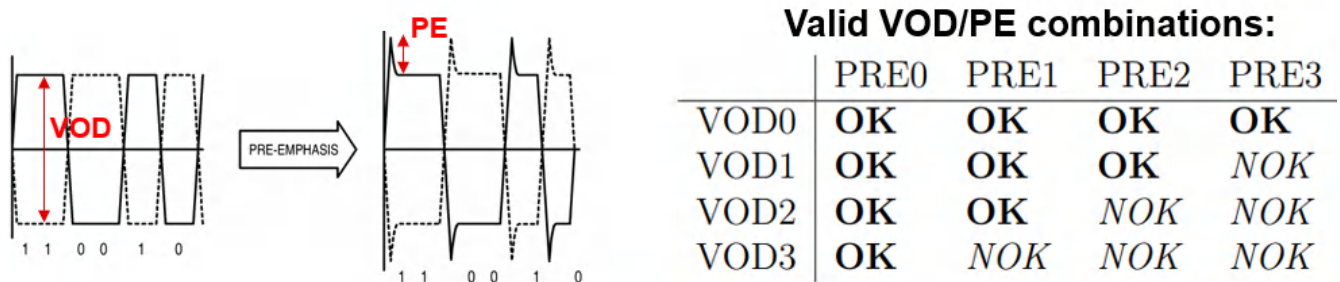

图 2-2. VOD 摆幅及预加重
- 时钟恢复：**这是链路训练的第一步。由于 DP/eDP 接口不包含独立的时钟线，因此时钟恢复是指接收端尝试从源的数据流中恢复同步时钟。源端以灌电流支持的最高 DP/eDP 通道速度、最低电压摆幅 (VOD) 及最低预加重 (PE) 发送 TPS1。VOD 调节差分电压摆幅和振幅，预加重会在过冲离开发送器时修改信号的过冲。然后，源通过 AUX 通道检查 DPCD 寄存器 00202h 和 00203h 位 4 和 0 LANEx_CR_DONE。此过程持续 100 μ s，用于 DPCD 寄存器 0000Eh TRAINING_AUX_RD_INTERVAL 中定义的所有间隔设置。如果所有 LANEx_CR_DONE 位都报告 1，则时钟恢复成功。如果任何 LANEx_CR_DONE 位报告为 0，则 VOD/PE 组合向上递增，并为另一个 VOD 重新发送训练模式 100 μ s。如果时钟在相同的通道速度下五次后未恢复，则源会降低通道速度，从最低的 VOD/PE 组合重新启动，并且循环，直到时钟成功同步，或者直到它在最低速度下以最大 VOD/PE 组合失败。图 2-2 中显示了有效的 VOD /PE 组合。VOD 和 PE 相加不能大于三。